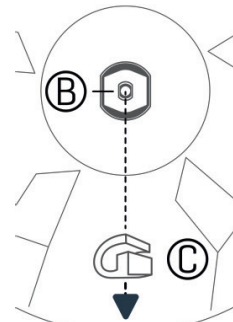

Abbildung 3
- Schrauben Sie den Beckensitz (D) auf einen Beckenarm mit 8mm Beckendorn (F).
- Platzieren Sie das Becken (C) auf Beckensitz (D), gefolgt von der Drehsicherung (B).
- Richten Sie die Drehsicherung (B) gemäß *Abbildung 3* in der Beckenvertiefung aus.